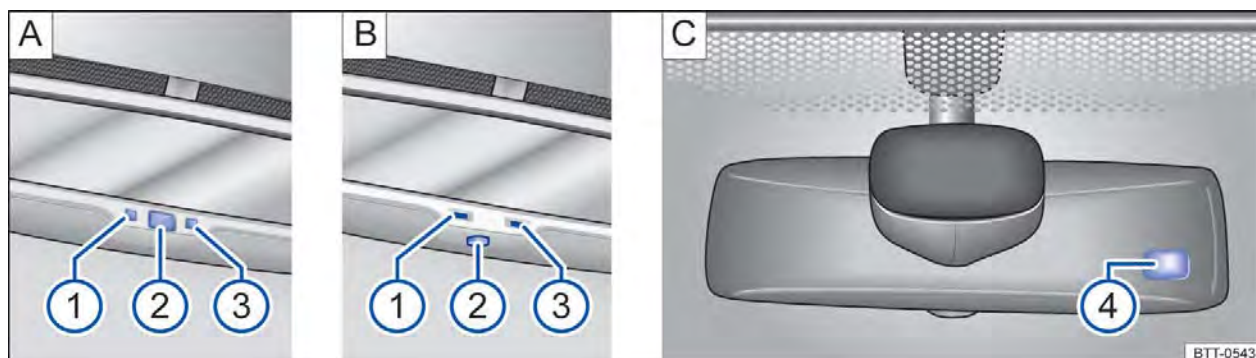

Fig. 92 No para-brisa: espelho retrovisor interno com antiofuscante automático.
Legenda para Fig. 92:
- ① Luz de controle.
- ② Interruptor.
- ③ Sensor para reconhecer a incidência de luz por trás.
- ④ Sensor para reconhecer a incidência de luz pela frente.
O antiofuscamento automático pode ser ligado e desligado com o interruptor no espelho retrovisor interno ⇒ Fig. 92 A ② ou B ②. Com o antiofuscamento automático ligado, a luz de controle ⇒ Fig. 92 A ① ou B ① se acende.